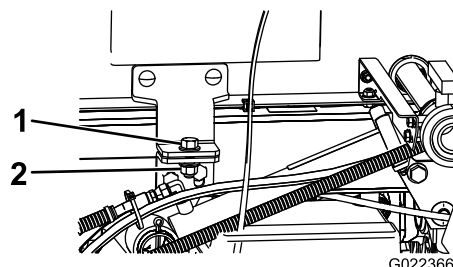

Figura 87
4. Retire os parafusos de segurança da parte frontal do patim (Figura 87).